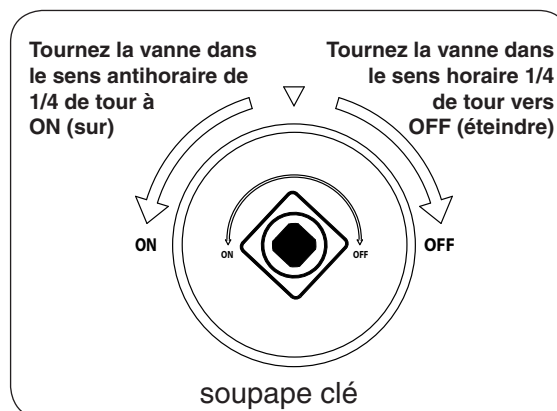

Fig. 32-2
4. **Une fois que le match est en feu et en position**, tournez la vanne clé sens anti-horaire d'un tour à la position **ON** (sur) 1/4 (voir Fig. 32-2). Votre brûleur devrait s'allumer.
Pour éteindre votre brûleur à gaz, tournez la soupape clé vers la droite d'une tour à la position **OFF** (éteindre) 1/4 (voir Fig. 32-2). Assurez-vous que la vanne clé est tournée entièrement au large pour éviter toute fuite de gaz.